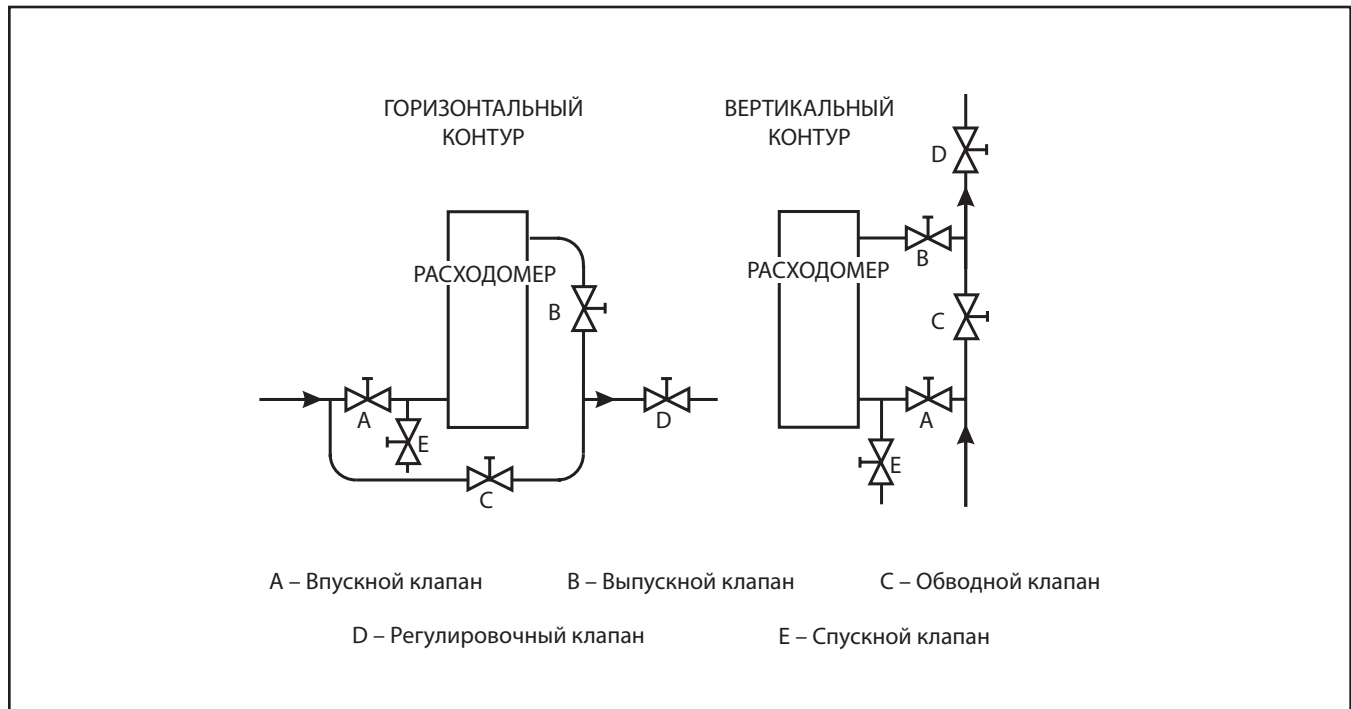

Рисунок 2-1 Типовой монтаж
- Д. Рекомендуется выполнить монтаж обводного трубопровода, см. Рисунок 2-1. Обводной трубопровод позволяет изолировать расходомер для обслуживания и очистки.